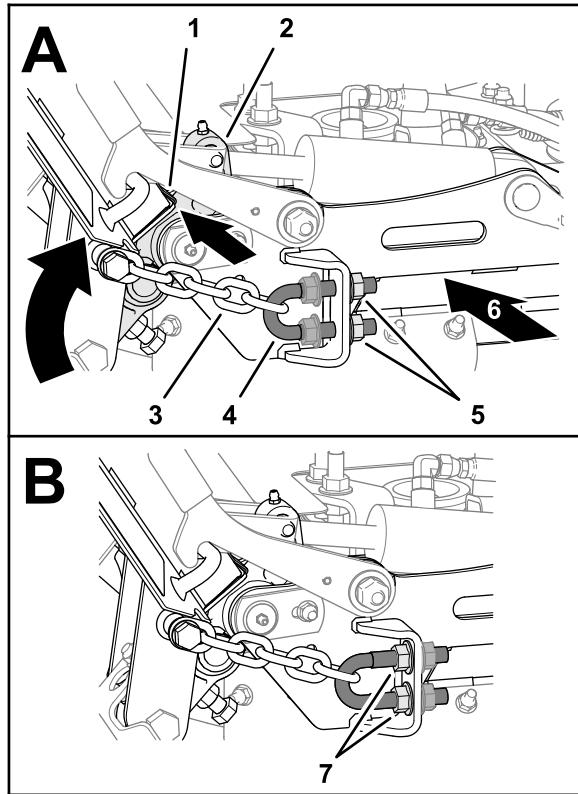

Figure 38
3. À l'arrière du plateau, serrez les écrous à embase crantée intérieurs jusqu'à ce que les chaînes soient tendues (Figure 38).
4. Vissez les écrous à embase crantée extérieurs (Figure 38) et serrez-les à un couple de 103 à 127 N·m.